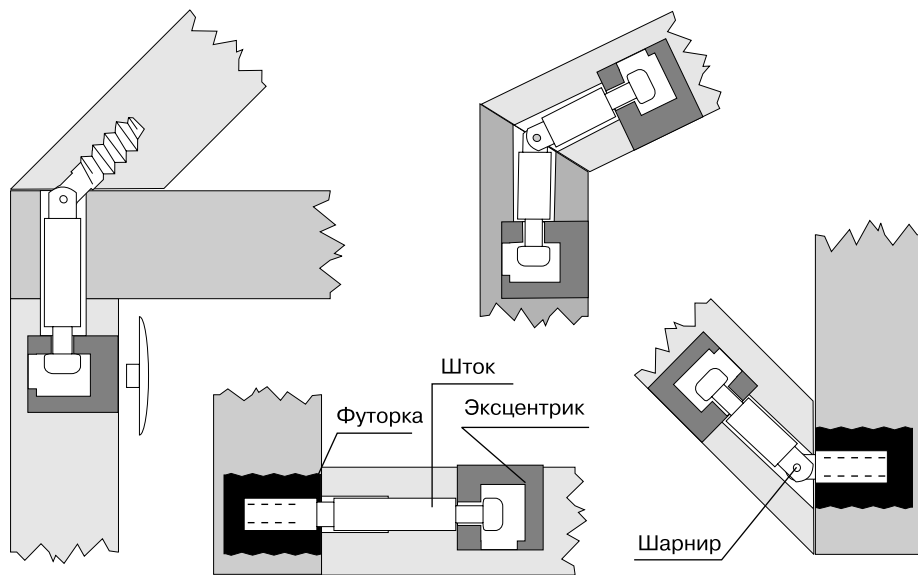

Рис. 2.7
- ❖ **Эксцентриковая стяжка** — состоит из литого металлического эксцентрика, футорки и штока (рис. 2.7). В пласт присоединяемой детали заподлицо с ней вворачивается или впрессовывается металлическая или пластмассовая футорка, в которую вворачивается шток стяжки с Т-образной головкой. Существуют конструкции стяжек, у которых шток заворачивается непосредственно в материал присоединяемой детали без использования футорки.